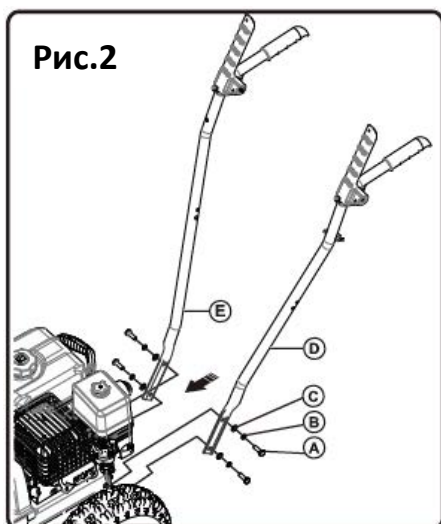

Рис.2
Открутите болты с шестигранным фланцем **M8 x 20 (A)** из боковых нижних отверстий трансмиссии. Установите левую / правую ручку (**D и E**); затем используйте плоскую шайбу **8 (B)**, пружинную шайбу **8 (C)**, болт с полной резьбой с шестигранной головкой **M8 x 20 (A)**, закрепите ручку (**D и E**) к отверстиям на обеих сторонах трансмиссии см. рис.2.